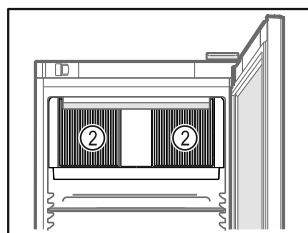

Fig. 49
- Poskrbite, da prezračevalna reža Fig. 49 (2) ventilatorja krožnega zraka v notranjosti ni zakrita.